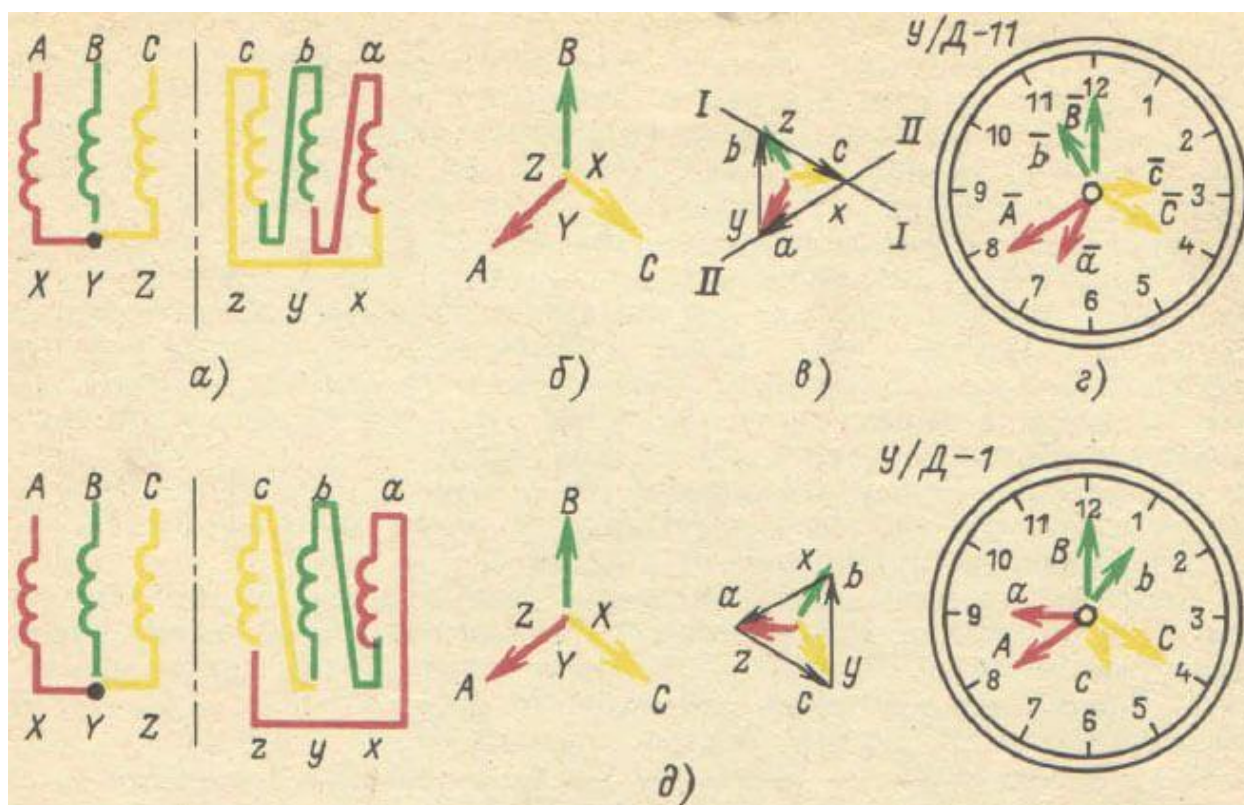

Рисунок 10. Примеры определения группы соединения при включении обмотки НН в треугольник
3. Построим векторные диаграммы для схемы на рисунке 10, а с одинаково намотанными обмотками, если обмотка НН соединена в треугольник. Векторная диаграмма обмотки ВН (рисунок 10, б) имеет такой же вид, как на рисунке 9, б так
как она также определяется **первичной сетью**. Параллельно вектору BY строим вектор bu , направляя его в ту же сторону (рисунок 10, *в*). Затем, видя по схеме, что вывод b соединен с выводом z , ставим на векторной диаграмме рядом с буквой b букву z . А так как точка z принадлежит вектору cz , проводим через нее линию $I - I$ параллельно вектору CZ . Затем, видя, что вывод y соединен с выводом a , ставим на векторной диаграмме рядом с буквой y букву a и проводим через нее линию $II - II$, параллельную вектору AX . Точка пересечения линий $I - I$ и $II - II$ образует вершину треугольника, соответствующую соединению между выводами c и x . Остается расставить стрелки у векторов cz и ax .